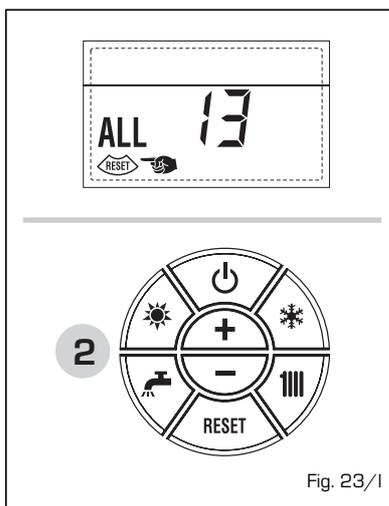

Fig. 23/l
- ANOMALIA GUASTO SONDA FUMI "ALL 14" (fig. 23/m)